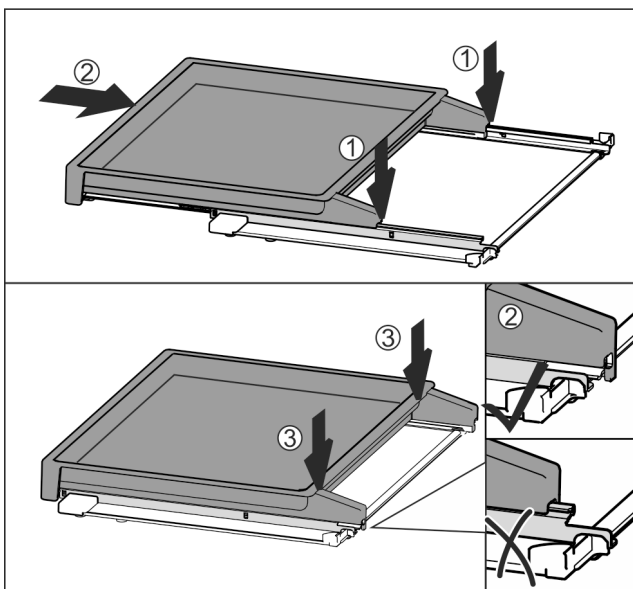

Fig. 79
- ▶ Plateau op het midden van de rails plaatsen Fig. 79 (1).
- ▶ Uitschuifplateau volledig erin schuiven Fig. 79 (2).
- ▶ Tegen de achterkant drukken tot deze hoorbaar vastklikt Fig. 79 (3).